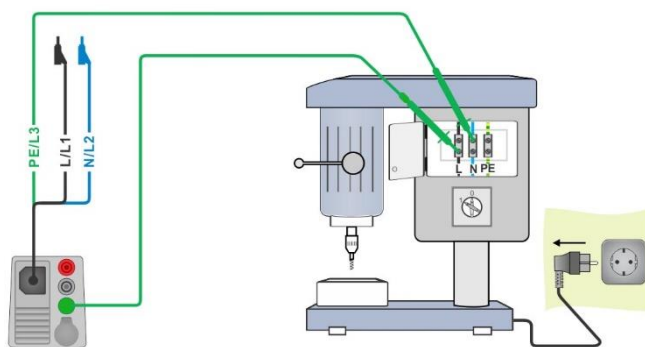

Figura 7.102: Menú de mediciones de tiempo de descarga.
- Conecte la punta de prueba de tres hilos al dispositivo y al elemento a probar (vea la **Figura 7.102**).
- Conecte el dispositivo a prueba a la toma de red y enciéndalo vea la **Figura 7.102**